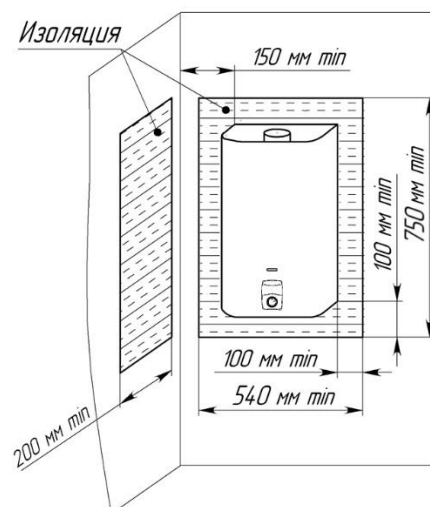

Рисунок 4. Установка аппарата на трудногорючих стенах
- 7.1.6. Допускается установка аппарата на трудногорючих стенах при условии изоляции стены оцинкованным листом толщиной  $0,8 \dots 1\text{ мм}$  по листу базальтового теплоизоляционного картона БТК толщиной  $3 \dots 5\text{ мм}$ . Изоляция стены должна выступать за габариты корпуса аппарата не менее чем на  $100\text{ мм}$  с каждой стороны (рис. 4).